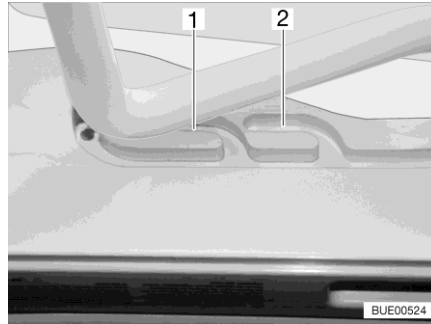
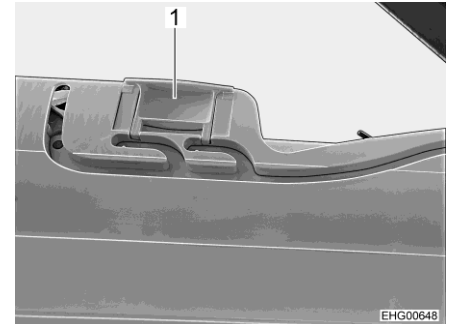

Bild 29 Führung (Lüftungsstellung)
Bild 30 Verriegelung (Lüftungsstellung)
Die Heki-Dachhaube kann in zwei Lüftungsstellungen gebracht werden: Schlechtwetterstellung (Bild 29,1) und Mittelstellung (Bild 29,2). Je nach Modell kann die Dachhaube in der Mittelstellung mit den beiden Riegeln (Bild 30,1) links und rechts am Rahmen der Dachhaube verriegelt werden.
- Den Bügel leicht nach oben drücken und in die gewählte Führung (Bild 29,1 oder 2) schieben und ggf. verriegeln.